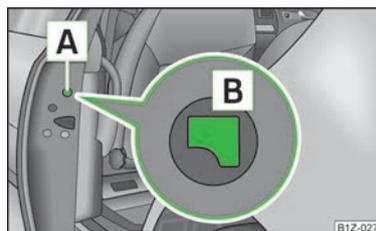

Fig. 15
- Desmontar el paramento **A** » fig. 15.